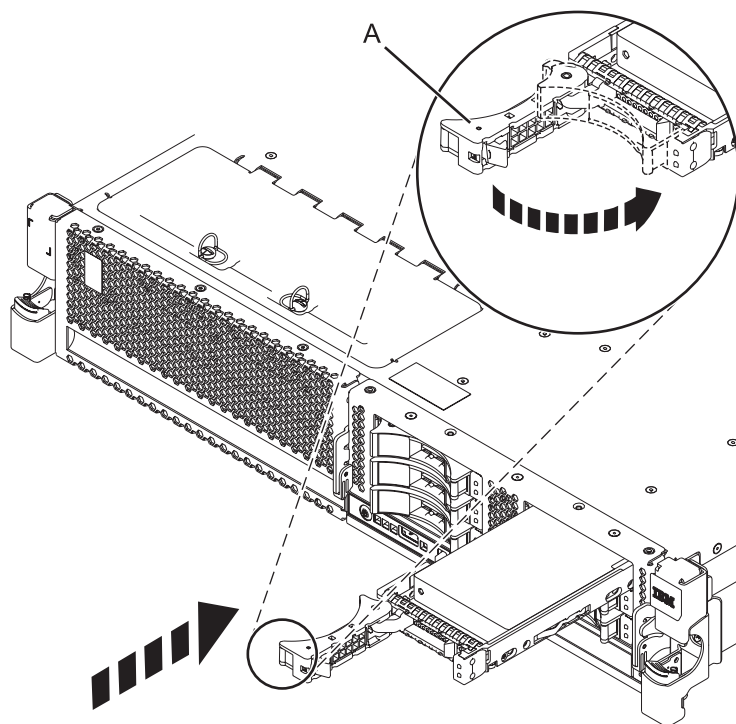

Figure 24. Installation d'une unité de disque dans l'unité centrale
5. Lorsque le voyant d'identification clignote, faites glisser complètement l'unité dans l'unité centrale, et poussez complètement la poignée (A) de l'unité jusqu'à ce qu'elle se verrouille, comme indiqué à la figure 24.